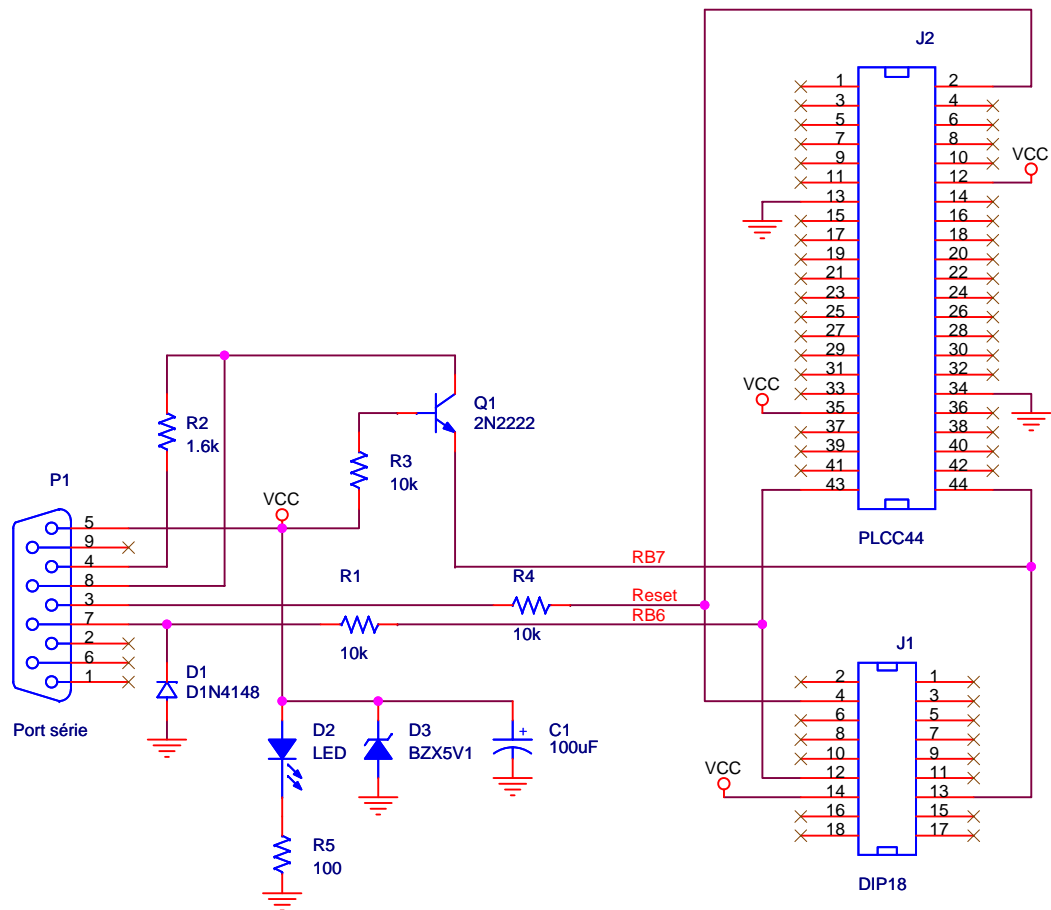

FIGURE 39 – Programmeur de PIC sur port série, type JDM
**Choix du programmeur** Vous trouverez un schéma de programmeur série de type JDM figure 39. Ce programmeur a l'avantage d'être très simple et il permet de programmation de PIC au format DIP18 et au format PLCC44 (notamment pour le PIC18F452, auquel nous nous intéresserons plus particulièrement).